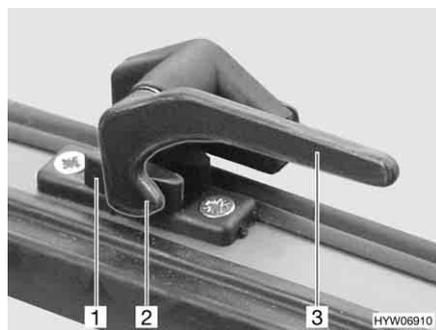

Bild 52 Verriegelungshebel in Stellung "geschlossen"
- Den Verriegelungshebel (Bild 52,3) eine viertel Umdrehung zur Fenstermitte hin drehen.
- Den Verriegelungshebel (Bild 52,3) eine viertel Umdrehung zum Fensterahmen hin drehen. Die Verriegelungsnase (Bild 52,2) liegt auf der Innenseite der Fensterverriegelung (Bild 52,1).
- in Stellung "fest verschlossen" (Bild 52)